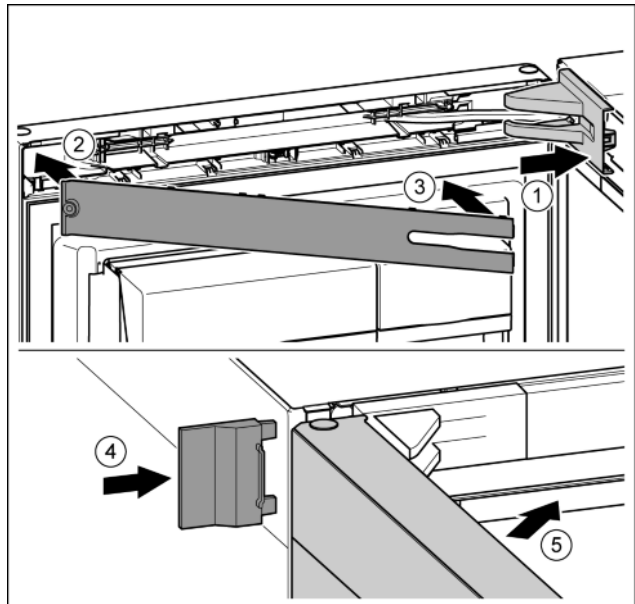

Fig. 42
- ▶ Nasadte a zaklapněte kryt stojanu ložiska, příp. opatrně přitlačte od sebe. Fig. 42 (1)
- ▶ Nasadte záslepku. Fig. 42 (2)
- ▶ Záslepku sklopte a zaklapněte. Fig. 42 (3)
- ▶ Vnější kryt nasuňte. Fig. 42 (4)
- ▶ Zavřete horní dveře. Fig. 42 (5)